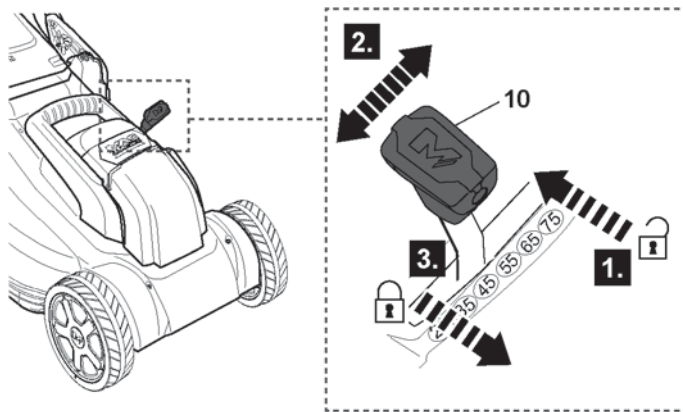

Fig.12
- > Relâchez le levier [10] (Fig.12, étape 3) et assurez-vous qu'il se verrouille correctement en place.